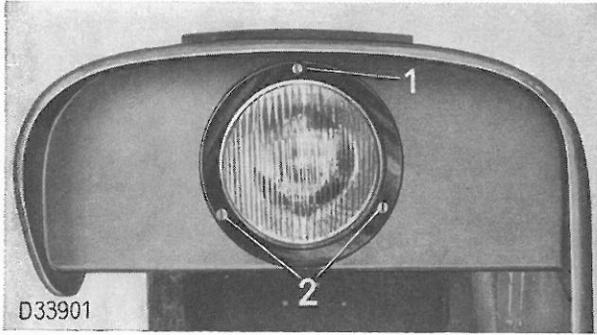

fig. 221 Vis de réglage pour cônes lumineux
f) Si les cônes lumineux des phares ne sont pas bien réglés, il faut les régler en tournant les vis (fig. 221) des paraboles dans les corps de phare.